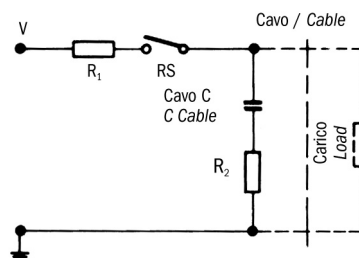
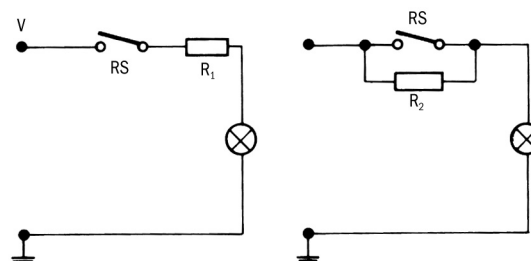

Fig. 4
Fig. 5 Circuito con lampada, resistenza in parallelo o in serie con il commutatore.
**2) Carichi capacitivi e lampade** Al contrario di quanto avviene con i carichi induttivi, con i carichi capacitivi e con lampade si hanno elevate scariche di corrente che possono provocare guasti immediati, e persino la saldatura dei contatti. Quando si commutano dei condensatori caricati o dei condensatori di linea, si ha un'immediata scarica la cui intensità dipende dalla portata e dalla lunghezza dei carichi. La corrente di scarica di picco è limitata da un resistore in serie con il condensatore, come è indicato nella fig. 4 (vedi pagina seguente). La dimensione del resistore sarà determinata in base alle possibilità esistenti nell'ambito di un particolare circuito. In ogni caso, dovrebbe essere il più grande possibile per limitare lo scarico di corrente entro limiti accettabili. Quanto detto vale anche per il carico con condensatori. Per quanto riguarda i circuiti con condensatori ad elevata scarica di corrente, andrebbero usati i circuiti come da fig. 5 (vedi pagina seguente), con R1 o R2.